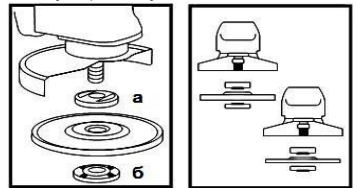

Рисунок 2
4.4 Встановіть на виріб шліфувальний або відрізний круг. Для цього натисніть на кнопку фіксації шпинделя (1) і перевірте його до такого положення, при якому він зафіксується. За допомогою вилочного ключа з комплекту виробу відверніть і зніміть затиску гайку (б) (дивіться рисунок 2). Встановіть шліфувальний диск на посадкове місце фланцевої шайби (а) (рисунок 2), наживіть рукою затиску гайку на шпиндель і затягніть її ключем з комплекту приладу.